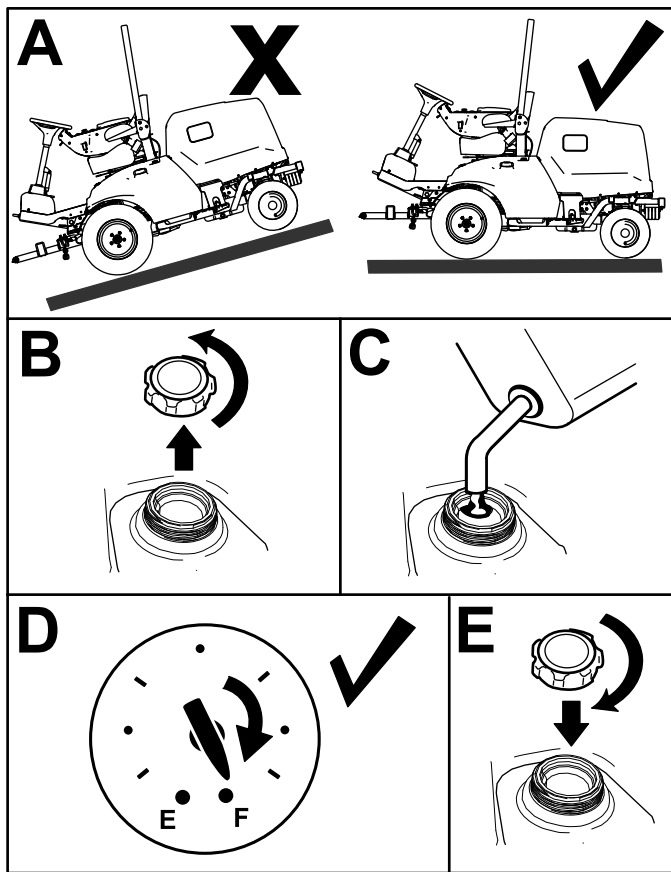

Bild 29
1. Parken Sie die Maschine auf einer ebenen Fläche (**Bild 29**), aktivieren Sie die Feststellbremse, stellen den Motor ab und ziehen den Schlüssel ab.